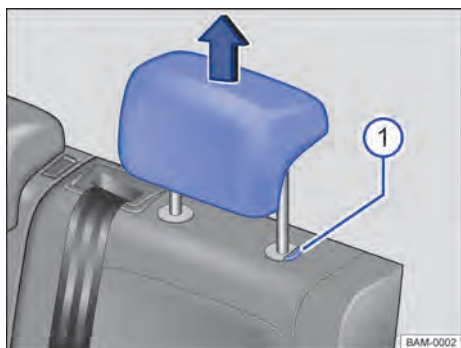

Fig. 68 Apoyacabezas traseros: desmontar.
- Retirar el apoyacabezas con la tecla → fig. 68 ❶ presionada.
- Empujar el apoyacabezas hacia abajo con la tecla → fig. 68 ❶ presionada.